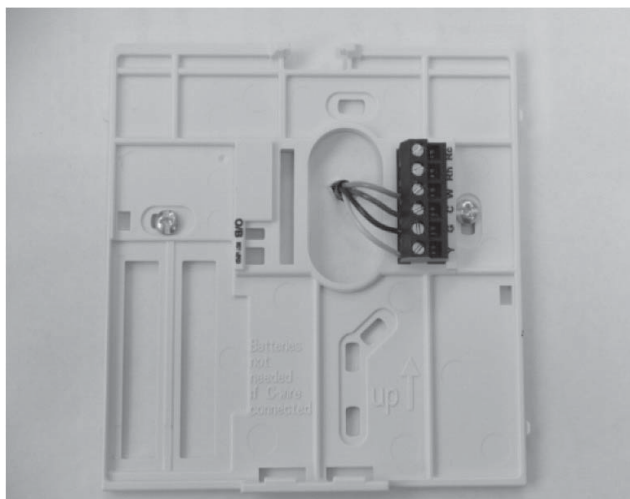

Fig. 2 - Kabels aan aansluitstrip vastmaken
7. Pas de lengte en de looprichting van elke kabel aan om met 6,5 mm extra kabel de juiste aansluitingen en aansluitblokken op de montagebasis te kiezen. Haal slechts 6,5 mm van de kabelisolatie weg om te voorkomen dat naast elkaar liggende kabels wanneer ze worden aangesloten, met elkaar kunnen kortsluiten. Zie fig. 2.